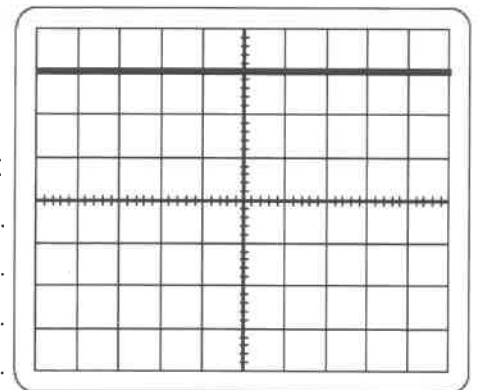

Figure 2
2) La **figure 2** montre l'oscillogramme donné par l'oscilloscope branché aux points A et B.